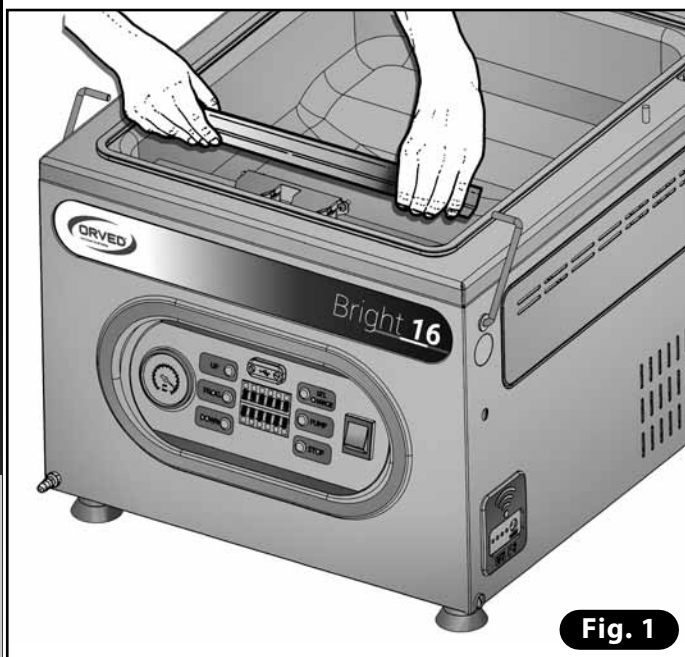

Fig. 1
- 1) Estrarre la barra saldante alzandola orizzontalmente alle due estremità (**Fig. 1**).